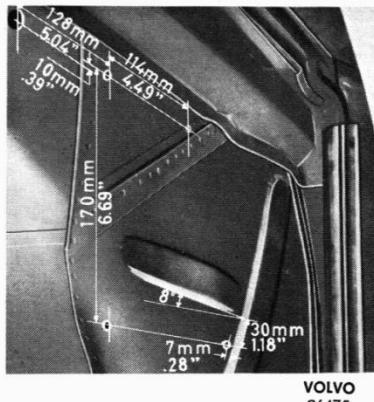

Fig. 3
2. Borra ett hål D=30 mm i vänster hjulhusplåt, placerat enligt bild 3.
3. Borra med hjälp av vinkelborrmaskin 4 hål D=5,5 mm för vakuumtankens fästbyglar. Hålen placeras enligt bild 3.
2. Drill one 30 mm ( $1\frac{3}{16}$ ) hole in the left-hand wheel housing plate located as shown in Fig. 3.
3. Use right-angle drilling attachment to make four 5.5 mm ( $\frac{7}{32}$ ) holes for the vacuum tank attachments. These holes are located as shown in Fig. 3.